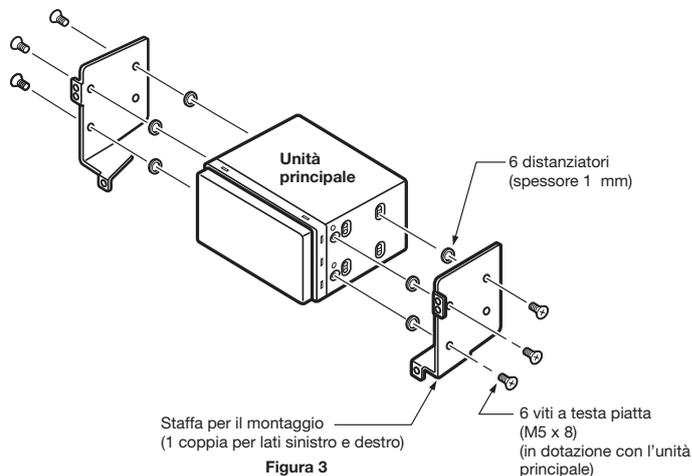

Figura 3
- Durante l'installazione dell'unità principale su un veicolo NISSAN, utilizzare le parti in dotazione con l'unità, quindi seguire le istruzioni indicate nella figura 3.